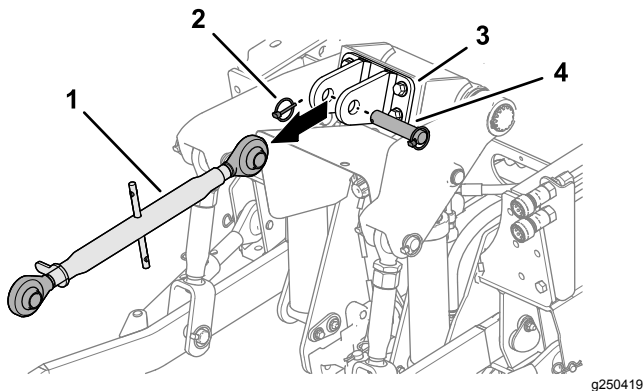

図 10
3. 上部リンクブラケットが付いている場合には、そこからリンチピン、クレビスピン、上側3点リンクを外す 図 10。